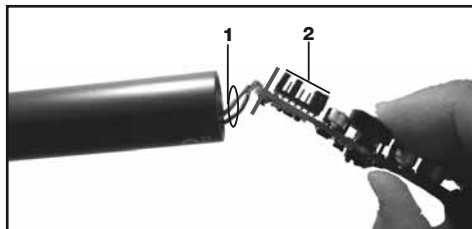

Fig. 3: Comment introduire la carte dans le boîtier
- Voir Fig. 3.
- Pour éviter un blocage de la carte dans le boîtier, veillez à ce que les torsades de raccordement (1) ne puissent en aucun cas reposer sur les straps (2).